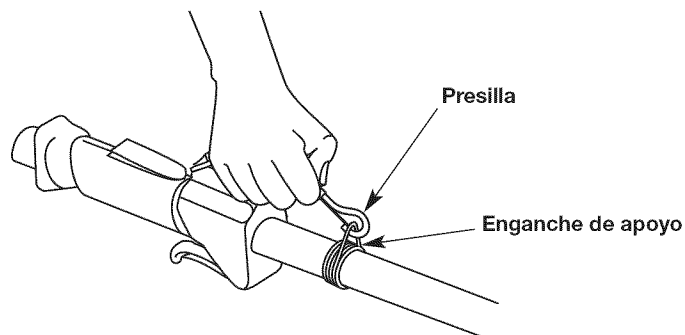

Fig. 4
4. Encaje la presilla en el enganche de apoyo (Fig. 4).